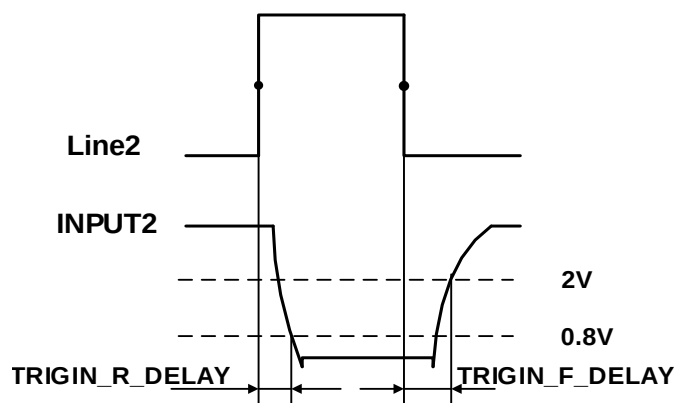

图 7-10 Line2 配置为输入引脚时电路延时参数
- 输入上升沿延时：<2 μ s（0 $^{\circ}$ C~45 $^{\circ}$ C），参数说明见图 7-10
- 输入下降沿延时：<2 μ s（0 $^{\circ}$ C~45 $^{\circ}$ C），参数说明见图 7-10